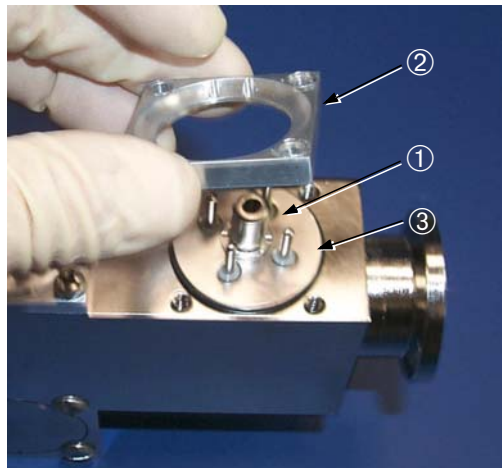

Figura 4-10 Extracción del Botón del TP
2. Retire el cabezal del Botón del TP ② (Figura 4-10) presionando sobre el poste central ① del Botón del TP y elevando el cabezal ② hacia arriba y fuera del Botón del TP ③.